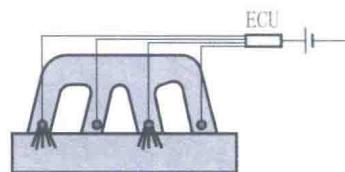

图 0-12 顺序喷射
- (3) 顺序喷射：如图 0-12 所示，由 ECU 根据传感器输入的信号确定各缸喷油顺序，适时向各缸发出喷油指令，以实现顺序喷油。现代汽油喷射系统普遍采用这种喷射形式。